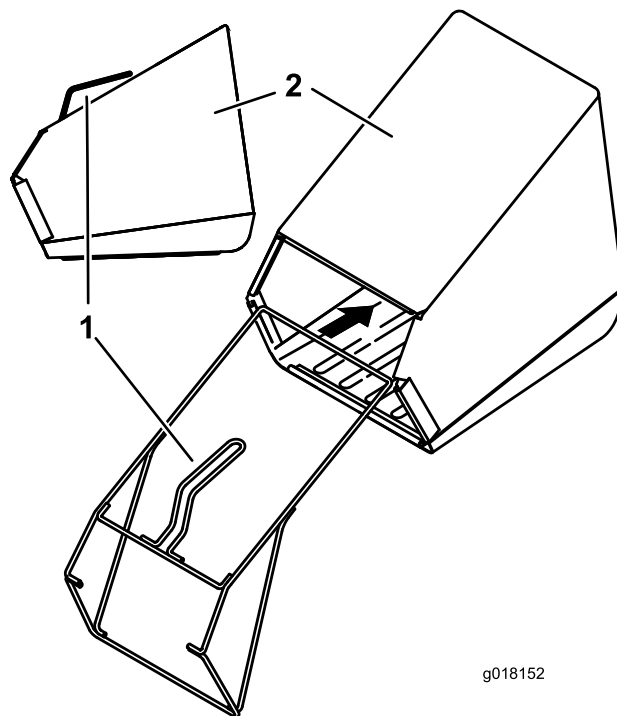

Figura 4
1. Inserite il telaio nel cesto di raccolta, tenendo la maniglia al di sopra del cesto (Figura 4).